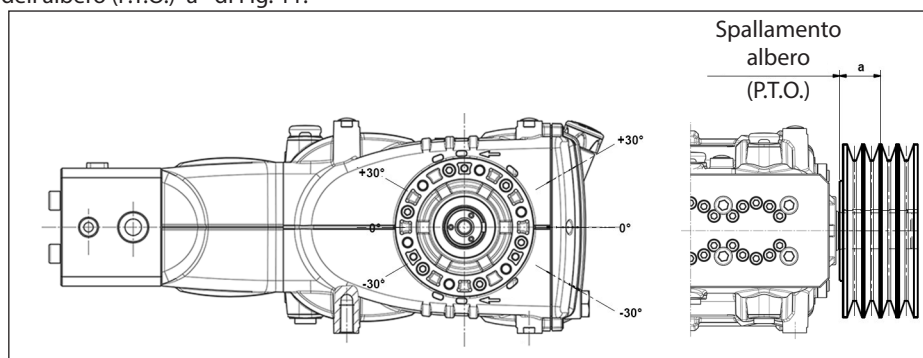

Fig. 11
Il carico radiale sull'albero non deve essere superiore a 4500 N (valore necessario per la definizione del Lay-out). La trasmissione è considerata adeguata se tale carico è applicato ad una distanza massima **a=50 mm** dallo spallamento dell'albero (P.T.O) come indicato in Fig. 11.
- b) Utilizzare cinghie ad alto rendimento - per esempio **XPB** invece di **SPB** - in quanto risulterà necessaria una quantità inferiore di cinghie a parità di potenza trasmessa ed una conseguente distanza inferiore della risultante rispetto allo spallamento dell'albero (P.T.O.) "a" di Fig. 11.
- e) Seguire la direzione del tiro cinghia come indicato in Fig. 11 per esigenze diverse contattare l'**Ufficio Tecnico** o **Servizio Assistenza Clienti**.